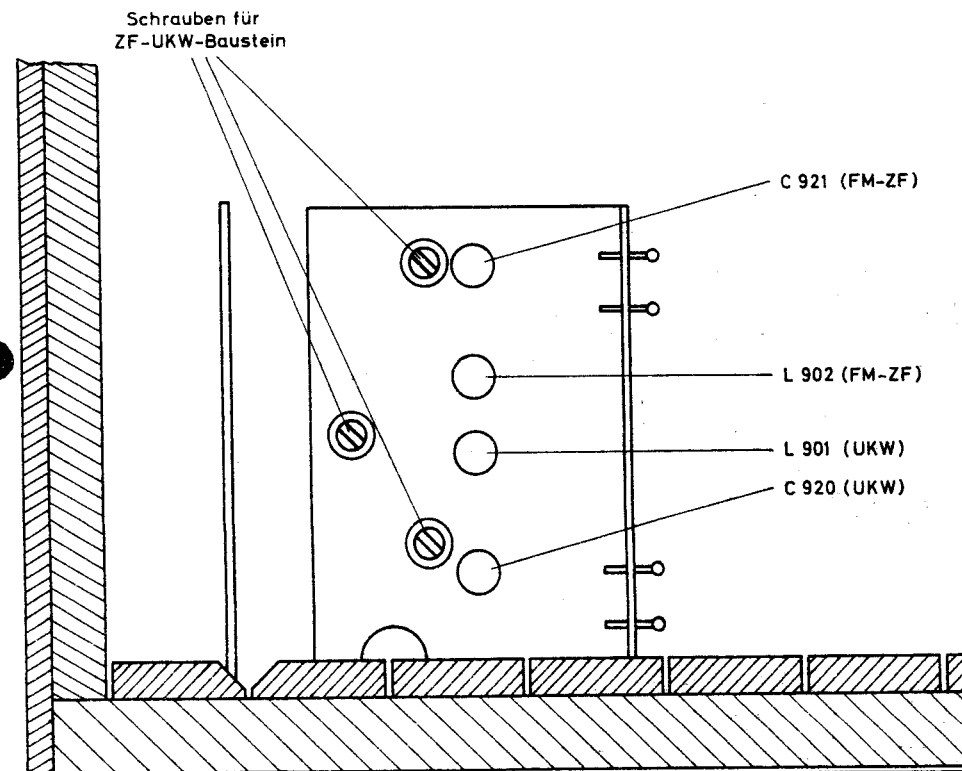

Abb. 8 Lage der Abgleich-elemente für ZF- und UKW-Sender (Ansicht von oben)
UKW-ZF-Bausteines wird zweckmäßigerweise so vorgegangen, daß (gem. Abb. 8) zunächst die drei Befestigungsschrauben gelöst und der Skalenknopf (11) einschließlich Zeiger abgenommen wird. Nach Ablöten einiger Drahtanschlüsse kann die UKW-Baugruppe jetzt aus dem Chassis herausgenommen werden.